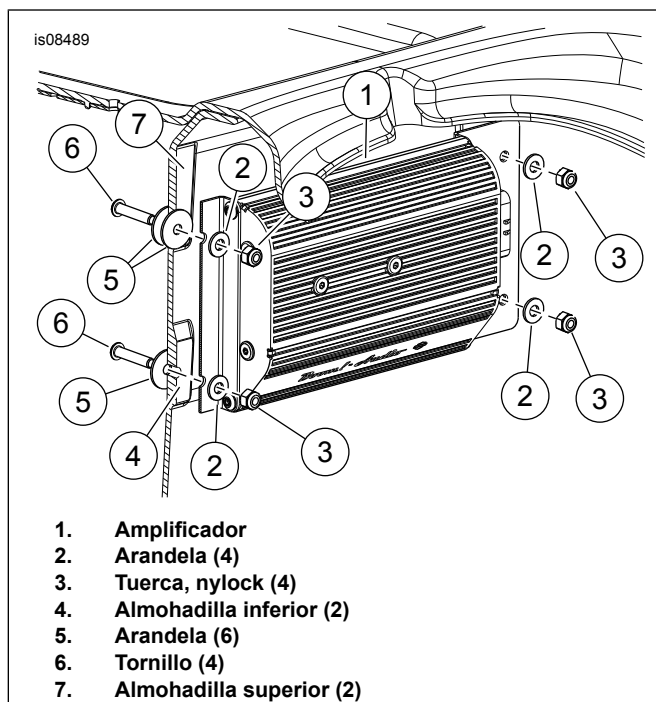

Figura 2. Instalación del amplificador
6. Ver Figura 2 . Colocar el amplificador y las piezas de soporte (1) sobre las cuatro almohadillas elevadas (4 y 7). Colocar el conector hacia el lado izquierdo del vehículo, como se muestra. Centrar los agujeros inferiores sobre las almohadillas inferiores (4).
- 11. Ver Figura 2 . Colocar una arandela (5) en los tornillos (6). Instalar a través de los agujeros desde el interior del portaequipajes. Desde el exterior del portaequipajes, colocar una arandela adicional (5) sobre los tornillos superiores solo como espaciador. Colocar el amplificador y las piezas de soporte (1) sobre las cuatro almohadillas elevadas (4 y 7). Colocar el conector hacia el lado izquierdo del vehículo, como se muestra. Instalar las arandelas (2) sobre las piezas de soporte y los tornillos. Asegurar con tuerca (3). Apretar.